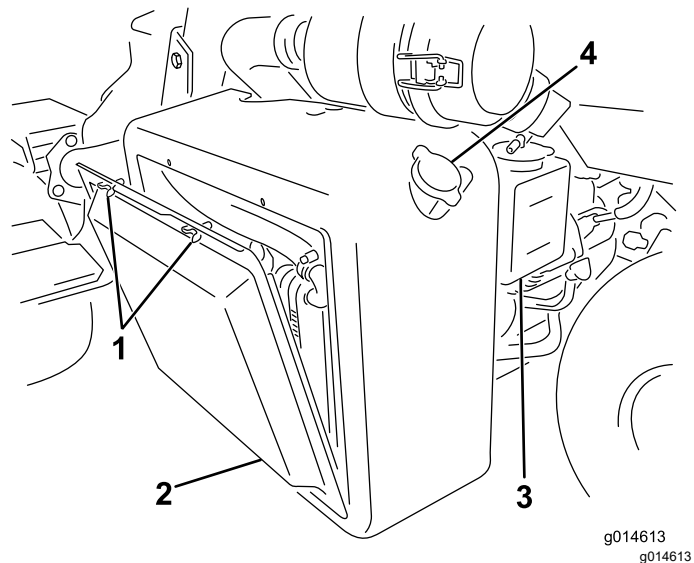
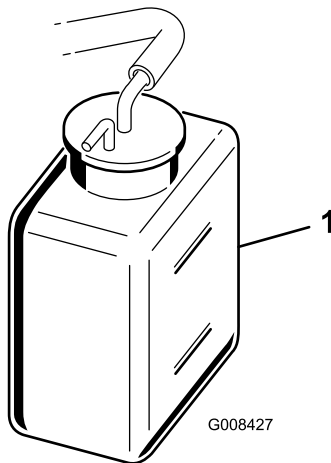

Figura 41
Figura 42
1. Remova a tela do radiador (**Figura 41**).
- Verifique o nível do líquido de arrefecimento (Figura 41 e Figura 42).